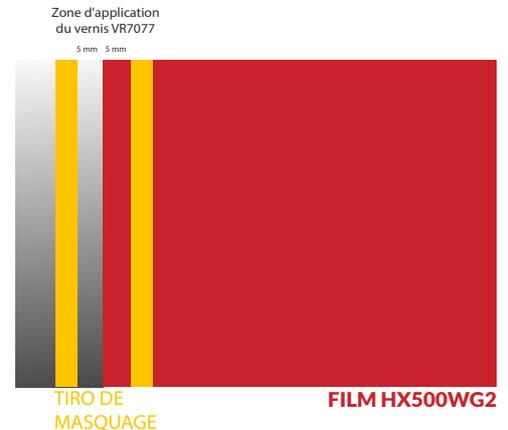

Figure 23
- 1 sur le HX500WG2 à 5 mm de son bord. (FIG. 23)